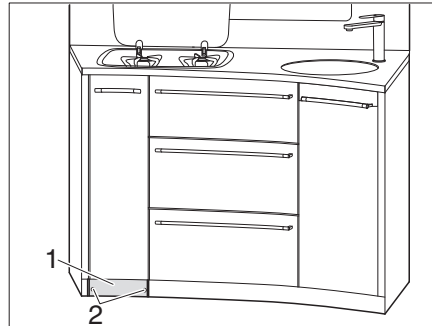

Fig. 123 Dévisser le socle
- Dévisser les 2 vis (Fig. 123,2) sur le socle (Fig. 123,1).
- Retirer le socle (Fig. 123,1).